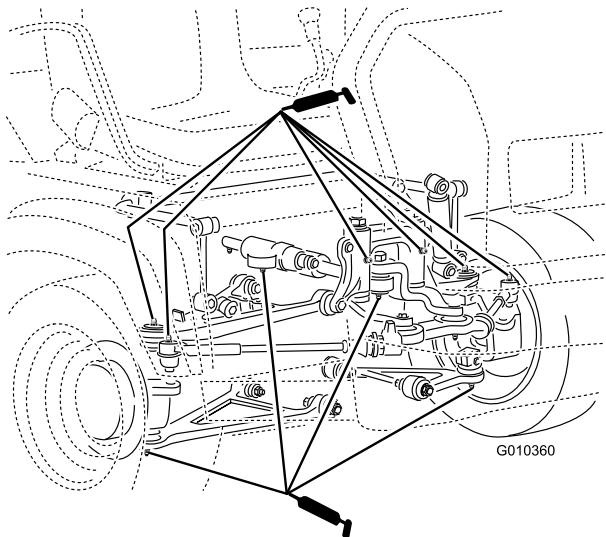

Bild 36
- **Kugelgelenke(4)**, siehe Bild 36
- **Schwenkhalterungen (2)**, siehe Bild 36
- **Lenkzylinder (2)**, siehe Bild 36
- **Spurstangen (2)**, siehe Bild 36